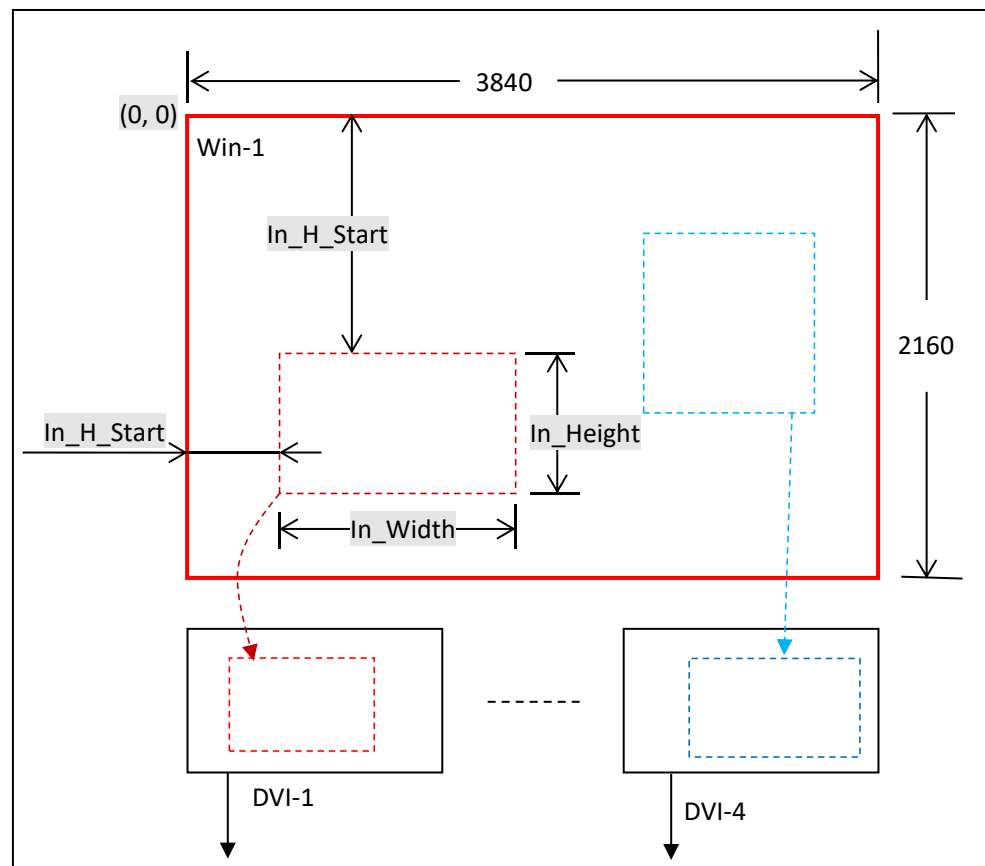

图 4-5
5.1) **A65** 支持 4 路 DVI 输出，每路 DVI 输出的图像内容，可在 3840×2160 的范围内任意截取，如图 4-5 红色虚线框为输出 DVI-1 所截取输入图像的大小和位置，而蓝色虚线框为输出 DVI-4 所截取输入图像的大小和位置